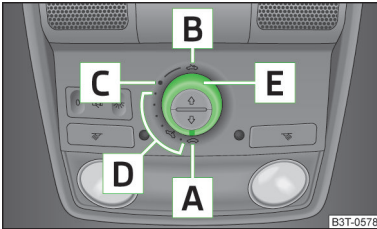
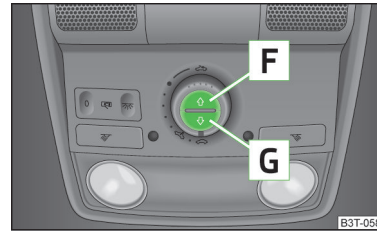

Abb. 29
Abb. 30
- Wurde z. B. die Batterie abgeklemmt und wieder angeklemmt, kann es passieren, dass das Schiebe-/Ausstelltdach außer Funktion ist. Dann den Drehschalter in die Schalterstellung  » Abb. 29 auf Seite 47 stellen, ziehen und an der Aussparung nach unten und vorn festhalten. Nach etwa 10 Sekunden geht das Schiebe-/Ausstelltdach auf und wieder zu. Erst danach den Drehschalter wieder loslassen.
- Wurde z. B. die Batterie abgeklemmt und wieder angeklemmt, kann es passieren, dass das Sonnenschutzrollo außer Funktion ist. Dann den Schalter in Stellung  » Abb. 29 auf Seite 47 drehen, die Taste  » Abb. 30 auf Seite 47 drücken und halten. Nach etwa 10 Sekunden geht das Sonnenschutzrollo auf und wieder zu. Erst danach den Drehschalter wieder loslassen.
➤ Den Schalter in Stellung **C** » Abb. 29 drehen.
Das Sonnenschutzrollo kann mithilfe der Tasten geschlossen bzw. geöffnet werden » Abb. 30.
- Zum vollständigen Öffnen die Taste **F** » Abb. 30 kurz drücken.
- Zum vollständigen Schließen die Taste **G** » Abb. 30 kurz drücken.